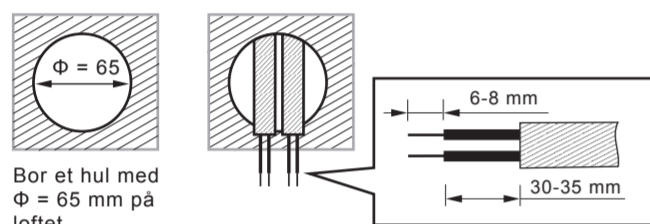

FIG. 10
4.4.2.1 Installer detektoren ved at bore et hul med en diameter på 65 mm på loftspladen, og hold spændingskablet væk. Afmonter 6-8 mm kabelkappe til ledningsføring (Se FIG. 10).